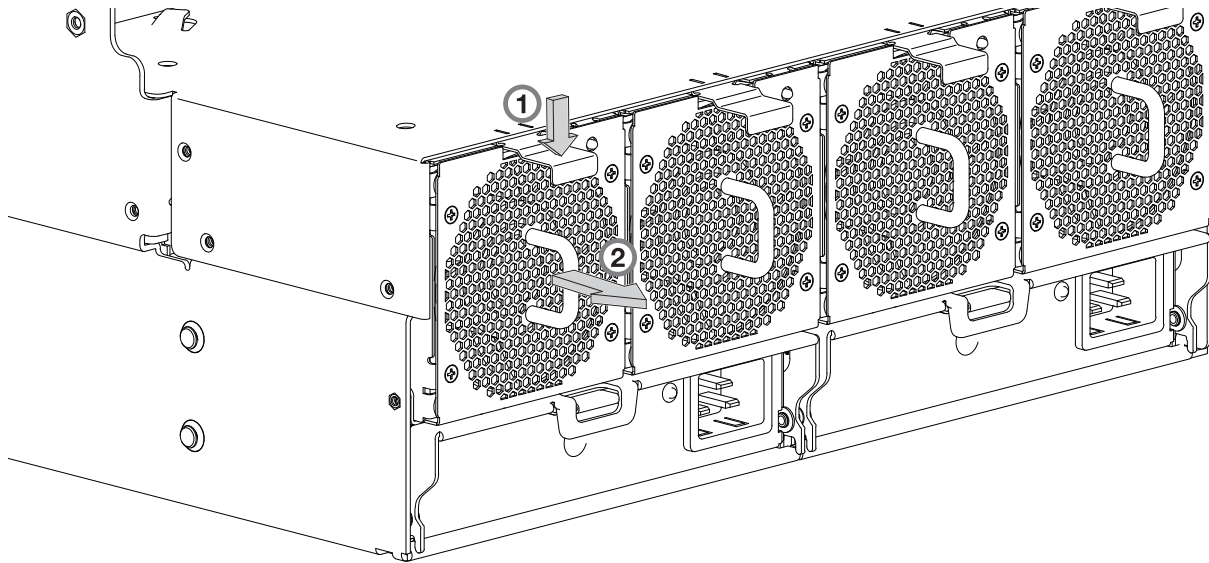
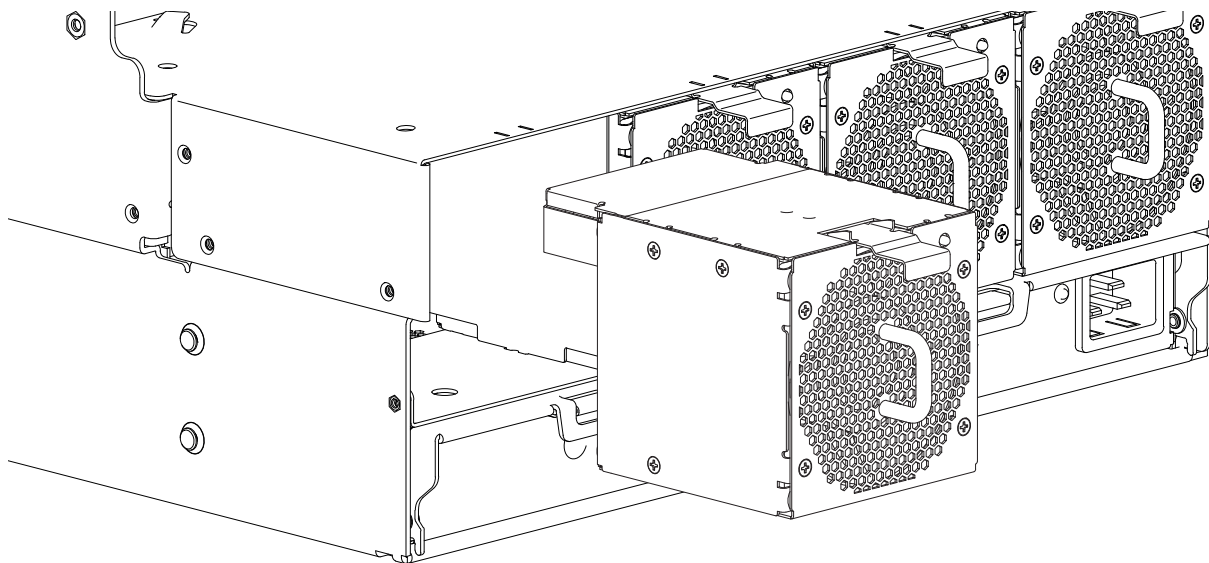

Figure 64. Retrait d'un ventilateur système (1 sur 2)
Figure 65. Retrait d'un ventilateur système (2 sur 2)
1. Appuyez sur la languette du taquet pour déverrouiller le ventilateur. Voir le détail n° 1 dans la figure 64, à la page 79.
2. Saisissez la poignée du module de ventilation et retirez doucement le ventilateur de son emplacement. Voir le détail n° 2 dans la figure 65.
Reportez-vous à la figure 64 et à la figure 65 au cours de cette procédure, mais ignorez la flèche directionnelle plutôt que de la retirer car vous allez insérer le module dans son emplacement.
2. Alignez le module de ventilation système avec son emplacement, comme illustré à la figure 65.